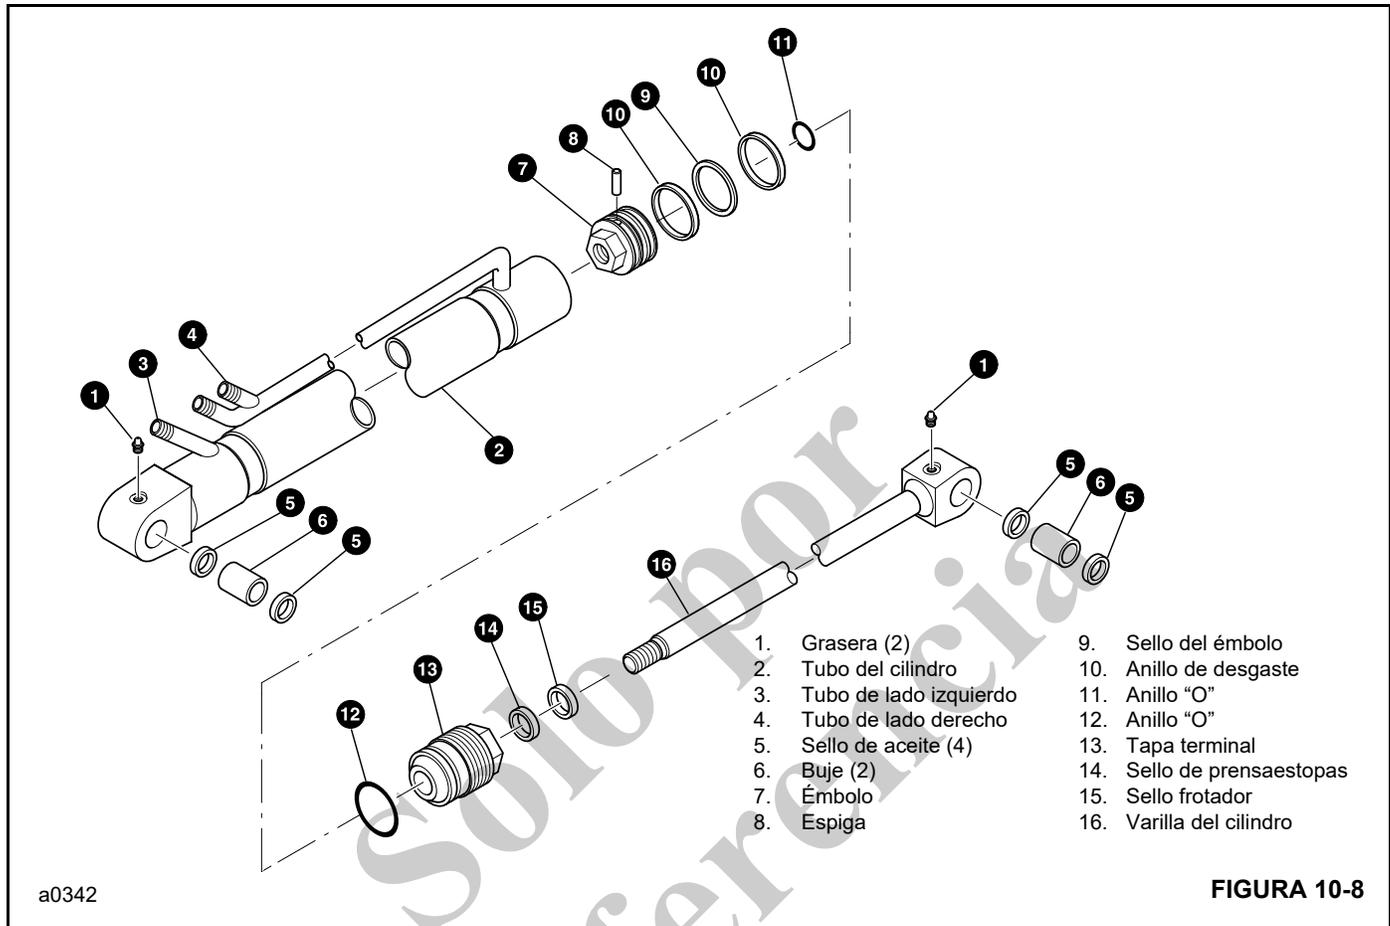

FIGURA 10-8
3. Afloje la tapa terminal **13** (Figura 10-8) utilizando una llave de tuercas especial (vea Herramientas especiales) y quite el conjunto de varilla del émbolo **16** del tubo del cilindro.
1. Instale un prensaestopas nuevo **14** (Figura 10-8) utilizando la herramienta especial de instalación de la siguiente manera:
2. Instale un sello frotador nuevo **15** Figura 10-8 y un anillo "O" nuevo **12** en la tapa terminal **13**. El reborde del sello frotador debe quedar orientado hacia afuera.
- b. Elimine todos los residuos y la contaminación. Inserte la espiga **8** (Figura 10-8) en el agujero taladrado. Asegúrese que el agujero roscado del extractor está hacia afuera.
- d. Elimine todos los residuos y la contaminación. Instale la espiga 8 (Figura 10-8).